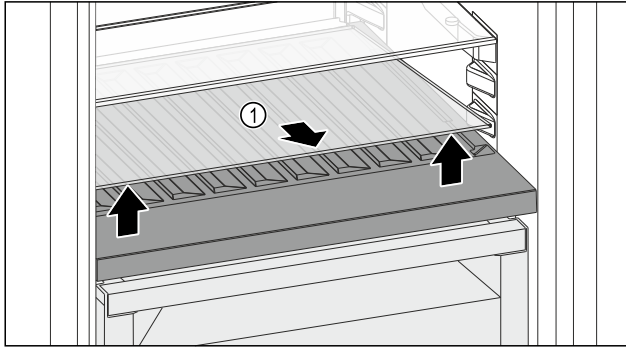

Fig. 97
- ▶ 抬起前部槽上的玻璃隔板 Fig. 97 (1) 并取出。
- ▶ 将玻璃隔板 Fig. 97 (1) 稳妥地放在冰箱外。